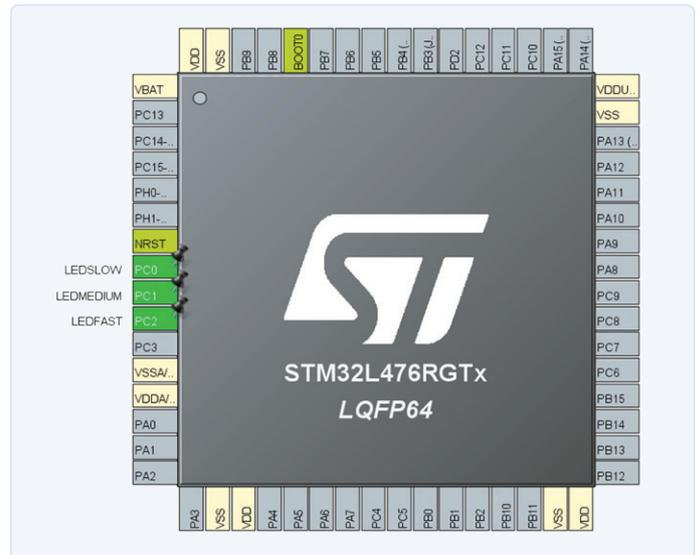

Bild 2: Konfigurieren der STM32-Ausgänge in der STM32Cube-IDE.
- > Konfigurieren Sie *PC0*, *PC1*, und *PC2* als *GPIO_Output*. Klicken Sie mit der rechten Maustaste auf die Pins und setzen Sie die User-Labels auf *LEDSLOW*, *LEDMEDIUM* beziehungsweise *LEDFAST* (**Bild 2**)